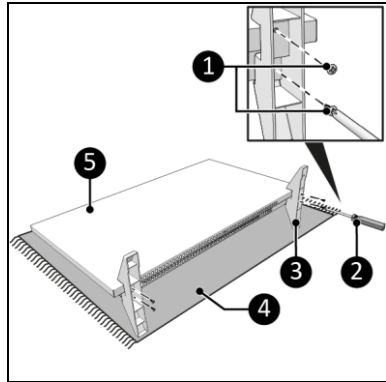

Abbildung 7
1. Legen Sie das Gerät auf eine stabile weiche Oberfläche (Abbildung 7, Pos. 4).
2. Platzieren Sie die Sockel (Abbildung 7, Pos. 3) an beide Seiten des Hauptkörpers (Abbildung 7, Pos. 5).
3. Schrauben Sie jeden Sockel mit zwei kleinen Schrauben (Abbildung 7, Pos. 1) mit einem Phillips Kreuzschlitzschraubendreher (Abbildung 7, Pos. 2) fest.